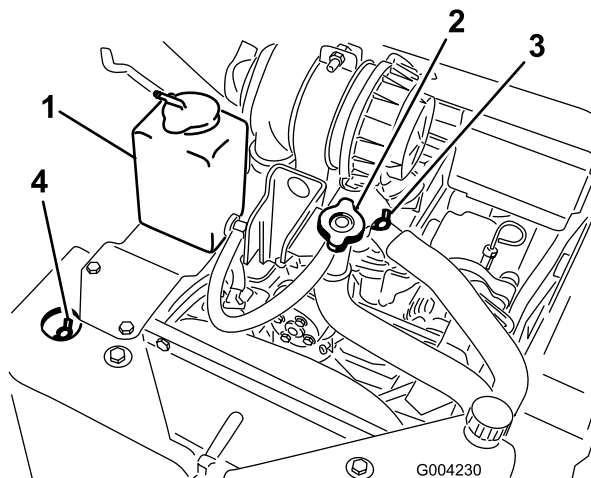

Figura 21
- A. Retire el tapón de llenado de refrigerante (Figura 21).
- B. Abra las válvulas de purga de refrigerante delantera y superior (Figura 21).
- C. Vierta refrigerante por el cuello de llenado de refrigerante hasta que el refrigerante empieza a salir de la válvula de purga de refrigerante delantera (Figura 21).
- D. Cierre la válvula de purga de refrigerante delantera (Figura 21).
- E. Vierta refrigerante por el cuello de llenado de refrigerante hasta que el refrigerante empieza a salir de la válvula de purga de refrigerante superior (Figura 21).
- F. Cierre la válvula de purga de refrigerante superior (Figura 21).
- G. Vierta refrigerante en el cuello de llenado de refrigerante hasta que el nivel de refrigerante llegue al cuello de llenado (Figura 21).
- H. Coloque el tapón de llenado de refrigerante (Figura 21).
- I. Añada refrigerante al depósito de expansión hasta que llegue a la línea Lleno del lateral del depósito (Figura 21).